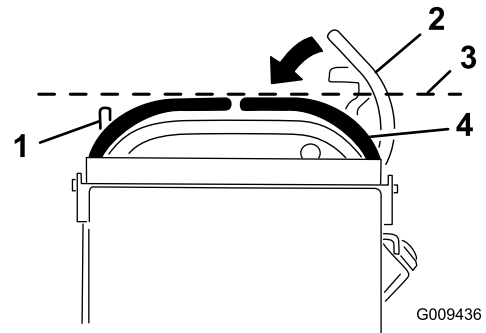

Figura 68
3. Empurre para baixo a alavanca direita de controlo do movimento, para fora da posição de bloqueada em ponto morto (Figura 68).
4. Verifique se a alavanca direita de controlo de movimento alinha horizontalmente com a alavanca esquerda de controlo de movimento (Figura 68).